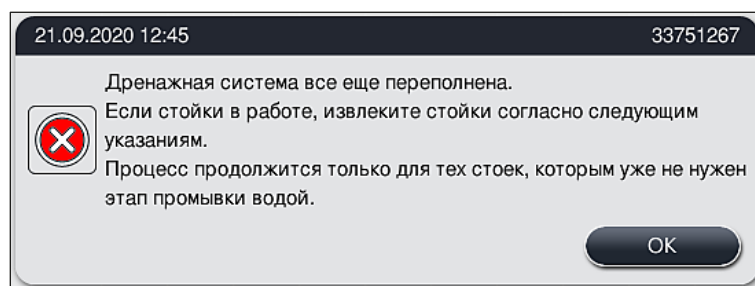

Рис. 127
3. Если несмотря на все попытки очистки устранить засорение не удастся, промывочные станции деактивируются из-за сохраняющегося критического уровня воды. Соответствующие промывочные станции отображаются на экране как неисправные. Для отмены одной или нескольких программ нажмите (→ "Рис. 125-2") или (→ "Рис. 126-2") для запуска управляемого процесса отмены. Программы, не содержащие этап промывочной воды, продолжают до завершения процесса окрашивания. Все штативы, требующие реализации по меньшей мере одного этапа промывочной воды, должны быть отменены и извлечены из прибора. Подтвердите следующее сообщение (→ "Рис. 127") нажатием **OK**.